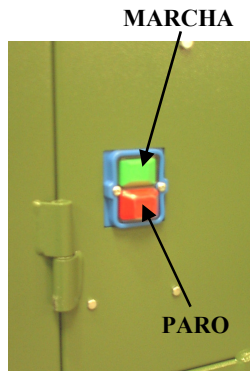

Fig. 4.1. Interruptores marcha y paro
- Arrancar la máquina pulsando el interruptor de color verde o marcado con "1" (Ver fig. 4.1.).
- Pulsar el interruptor de color rojo o marcado con “0” (Ver fig. 4.1.).